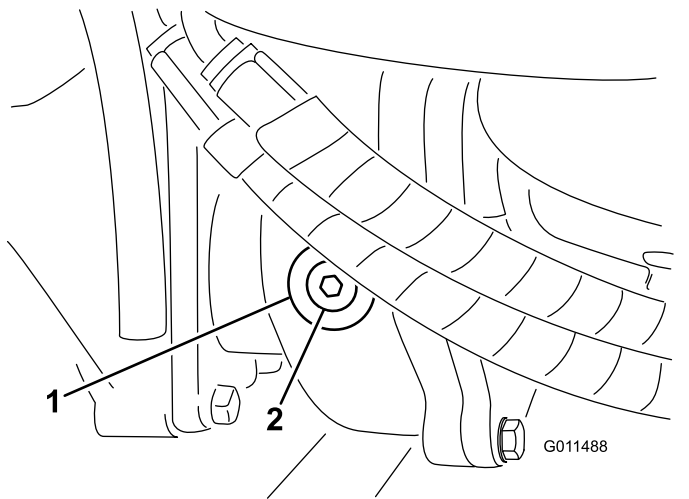

Figura 81
2. Retire o tampão de verificação/enchimento que se encontra na zona esquerda da caixa de engrenagens e certifique-se de que existe lubrificante até ao fundo do orifício (Figura 81).